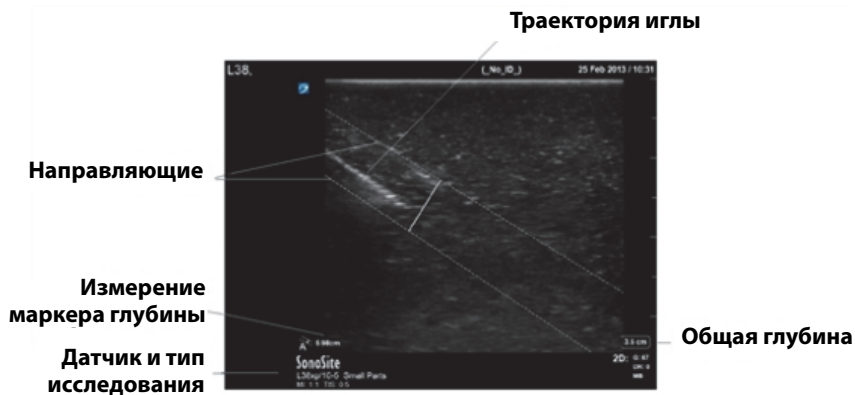
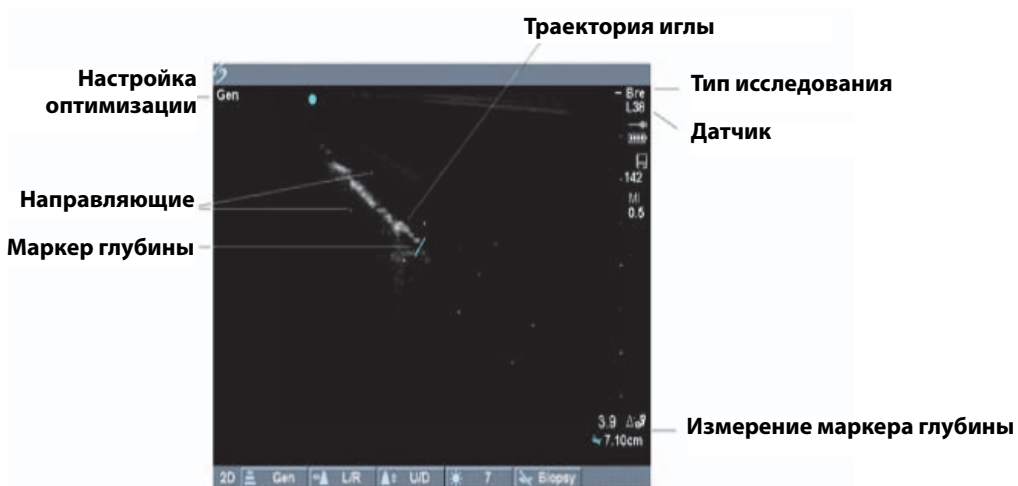

Рис. 3 Направляющие для плоскостного метода в системе SonoSite X-Porte
Рис. 4 Направляющие для плоскостного метода в системе MicroMaxx или TITAN
- 8 Убедитесь в том, что изображение иглы на дисплее системы находится между направляющими. См. **Рис. 3 «Направляющие для плоскостного метода в системе SonoSite X-Porte»** на стр. 179 и **Рис. 4 «Направляющие для плоскостного метода в системе MicroMaxx или TITAN»** на стр. 180.
Примечание. Измерение маркером глубины биопсии, изображенное на ультразвуковой системе, представляет собой замер расстояния от кончика иглы до начала направляющей для игл. См. Рис. 3 и Рис. 4.